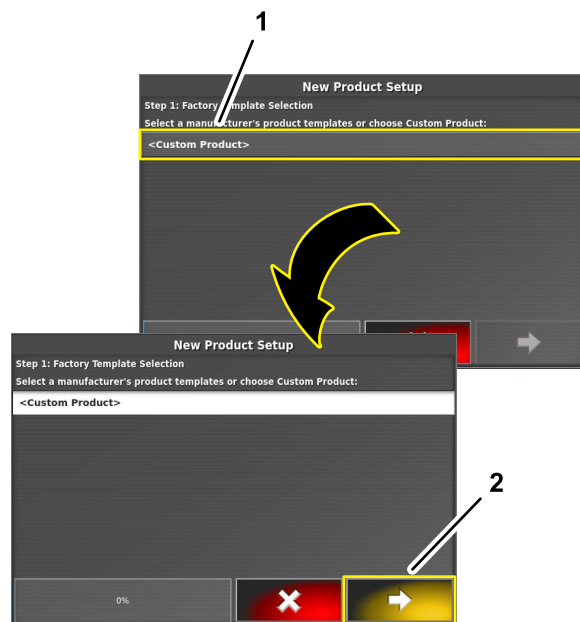

Figura 117
6. Nel passaggio 1 della finestra di dialogo per l'impostazione del nuovo prodotto, premete l'icona PRODOTTO PERSONALIZZATO, quindi l'icona Avanti (Figura 117).